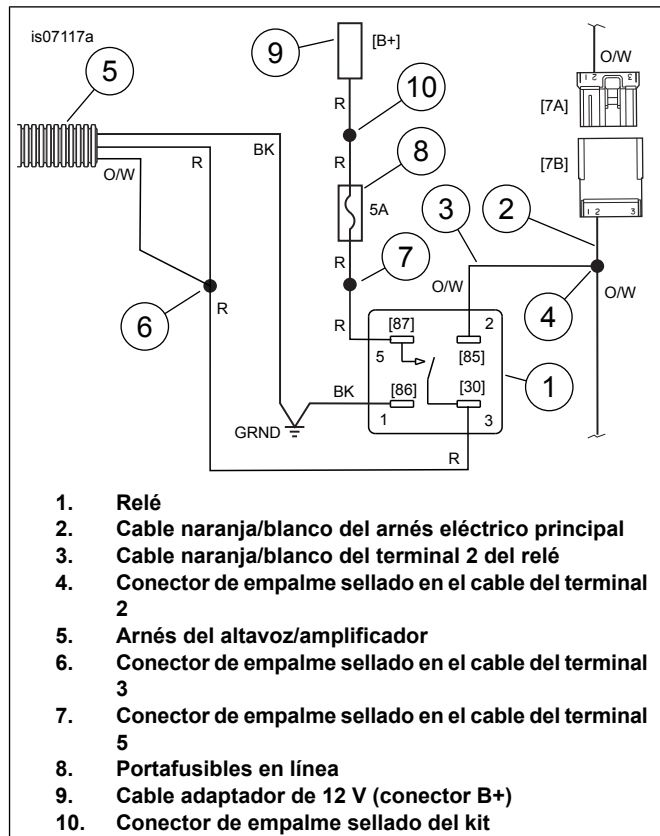
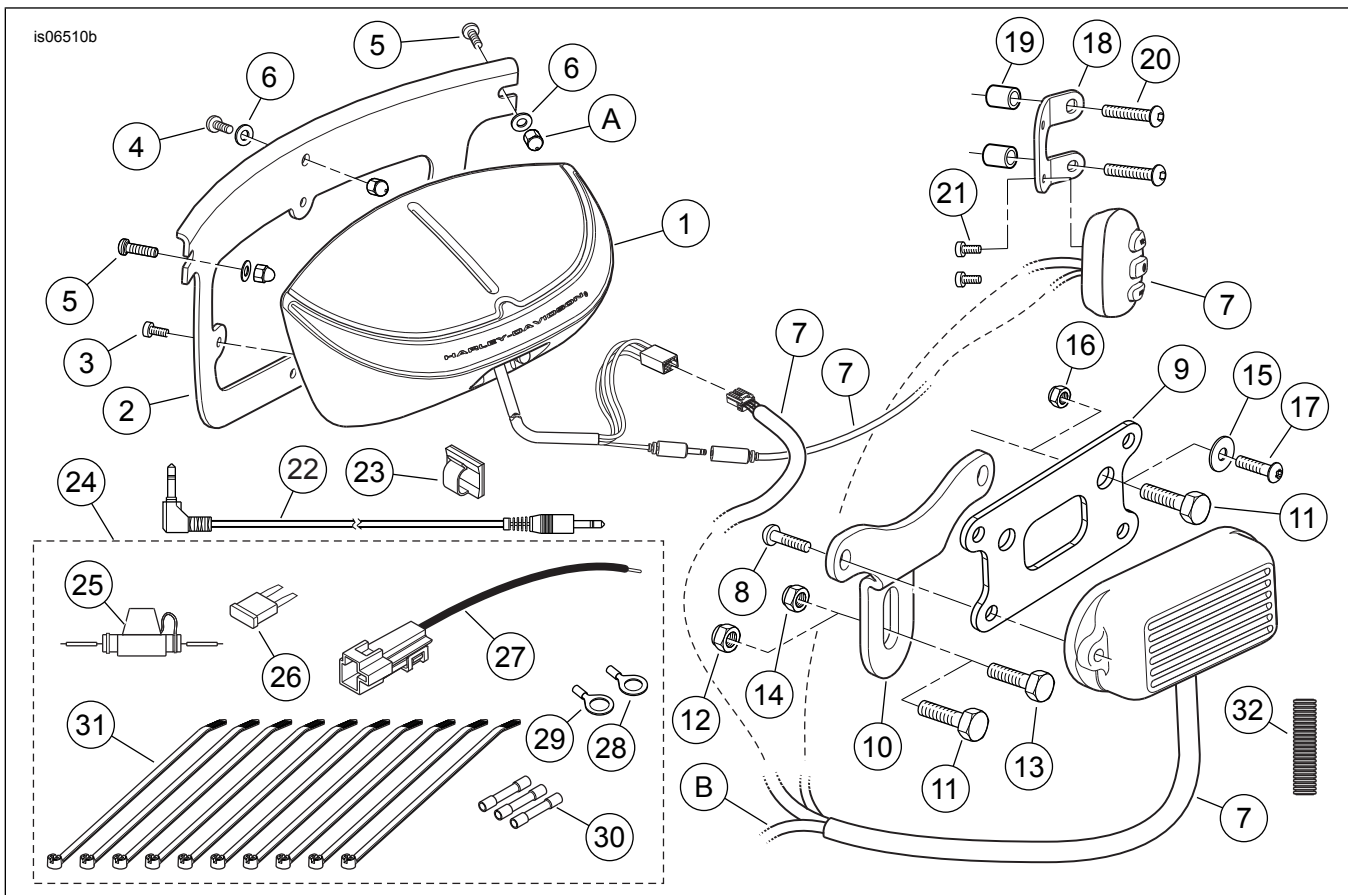

Figura 5. Diagrama de cableado, arnés del altavoz/amplificador al relé
Figura 7. Piezas de servicio: Kit de altavoz y amplificador montados en el parabrisas
2. Vea la Figura 7. Obtenga el paquete de elementos de sujeción eléctricos (24) de **ESTE** kit.
3. Seleccione el portafusibles en línea (25) y un conector de empalme sellado azul (30) del paquete de elementos de sujeción.
5. Vea la Figura 5. Encuentre un lugar apropiado debajo del asiento para el relé (1), para que los terminales queden orientados hacia **abajo u horizontalmente**. Los terminales no deben quedar orientados hacia arriba.
6. Corte el cable **naranja/blanco** (2) en el **arnés eléctrico principal** cerca del conector de la iluminación trasera [7].
7. Vea el apéndice en el Manual de servicio. Use un dispositivo apropiado de calor radiante para empalmar y sellar los dos cables naranja/blanco cortados al conector de empalme sellado (4) del cable naranja/blanco (3) del terminal 2 del relé.
13. Vea la Figura 7. Seleccione el terminal de anillo con diámetro interior de 6,4 mm (1/4 in) (28) del paquete de elementos de sujeción eléctricos.
2. Enrolle el cable sobrante debajo del tanque de combustible, dentro de la nacela o debajo de la abrazadera del manillar donde no interfiera con el funcionamiento de la dirección. Instale el fusible de 5 A (26) en el portafusibles en línea en el cable rojo.
4. Vea la Figura 7. El conector de 3,5 mm del control manual se puede asegurar al manillar con correas de cables o a la abrazadera triple superior o a la nacela con la presilla con respaldo adhesivo (23) del kit. Si usa la presilla: